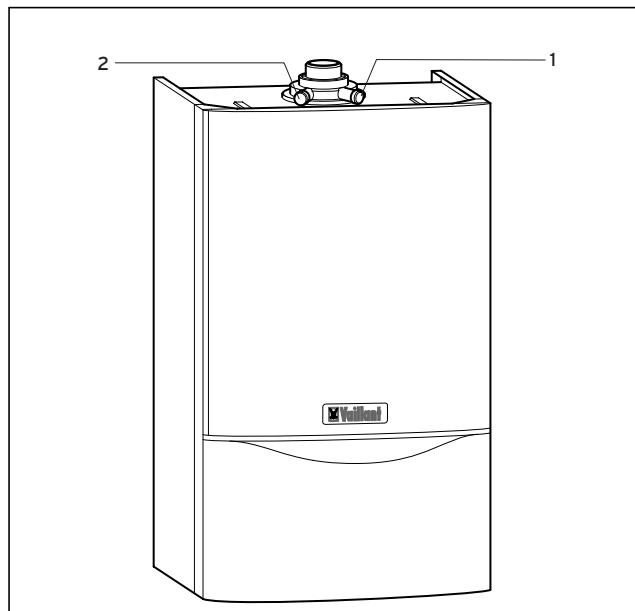

Bild B.10: Mätningar av sotare
- Tryck i detta fall på återställningsknappen (1) och håll den intryckt under ca 1 sek (bild B.10)